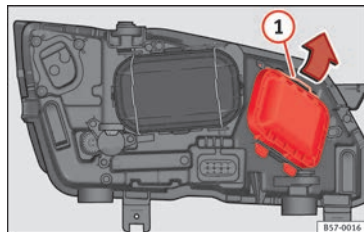

Fig. 106 Nel vano motore: estrarre il coperchio.
2. Far scorrere il tirante » **fig. 106** ① nel senso della freccia e sfilare la chiusura.